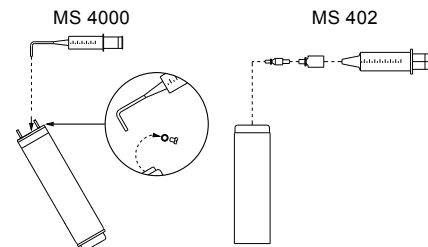

Fig. 3 Poziția motorului în timpul umplerii - MS 4000 și MS 402
1. Poziționați motorul submersibil după cum se arată în fig. 3. Bușonul de umplere trebuie să se afle la cel mai înalt punct al motorului.
3. Injectați lichid în motor cu seringă de umplere (fig. 3) până când lichidul deversează din orificiul de umplere.